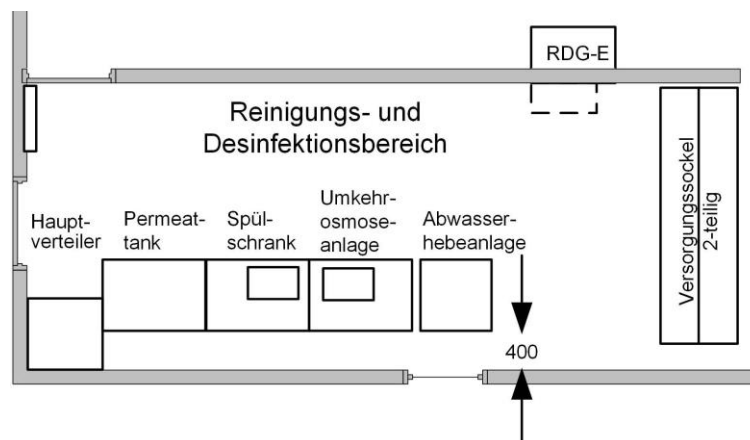
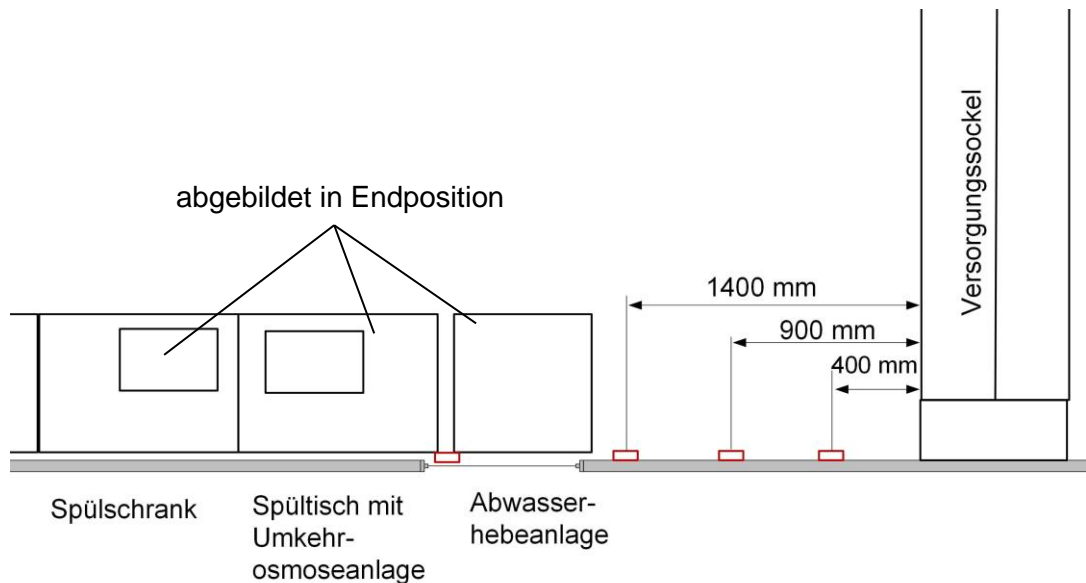

Abb. 1: Platzierung der Komponenten zur Wasserinstallation
Abb. 2: Montageposition der Schlauchhalter
- ♦ Platzieren Sie den Hauptverteiler in der Ecke des CRM (Abb. 1:). Die vorbereitende Elektroinstallation muss parallel zur Wasserinstallation durchgeführt werden.
- ◆ Bringen Sie die 3 Schlauchhalter mit 9 Schellen mit den dargestellten Abständen zum Versorgungssockel an (siehe Abb. 2:).
Im Zuge der Inbetriebnahme werden die Komponenten von der Montageposition (siehe Abb. 1:) in die Endposition (siehe Abb. 2:) gerückt.